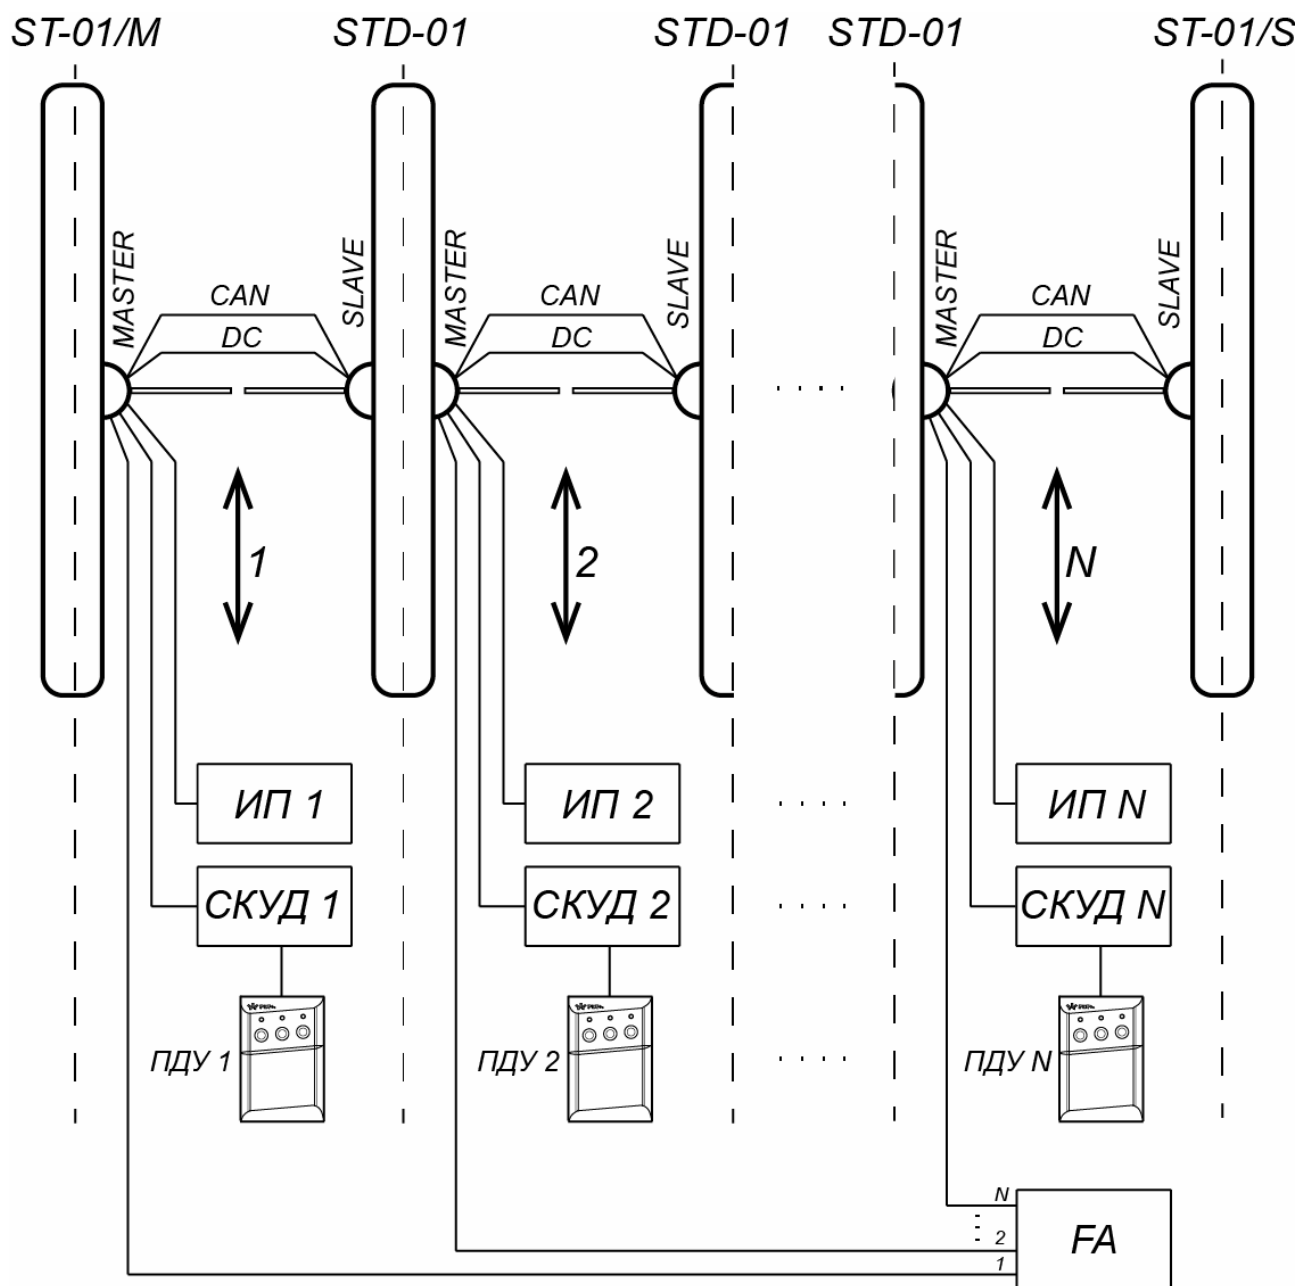
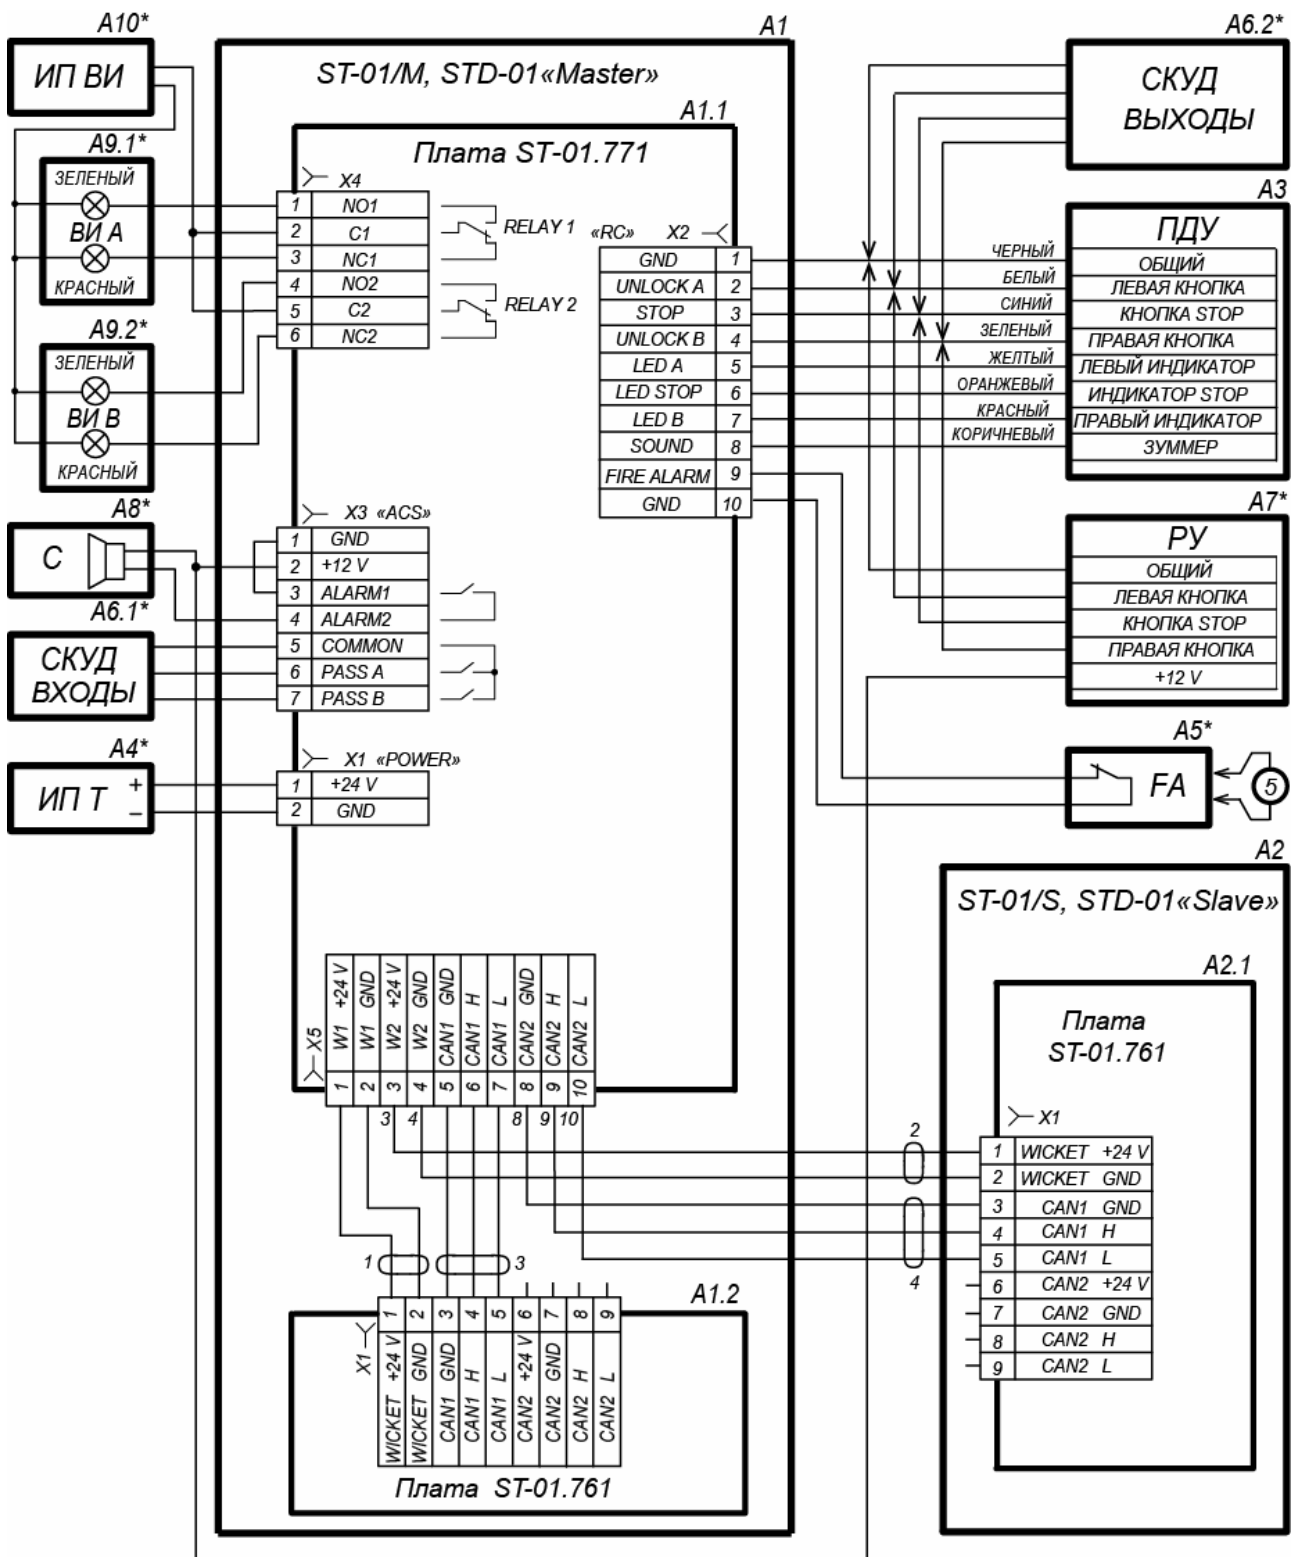

Рисунок 16. Схема соединений турникета PERCo-ST-01 и двусторонних секций PERCo-STD-01 для организации проходной с несколькими зонами прохода
Рисунок 17. Схема электрических соединений турникета¹¹
Схема электрических соединений турникета приведена на рис. 17. Типы кабелей, используемых при монтаже, перечислены в табл. 4. На рис. 16 приведен пример схемы соединений турникета и двусторонних секций при организации проходной с несколькими зонами прохода.
Если нет возможности использовать способ протяжки кабелей кондуктором, при необходимости кабели DC и CAN можно проложить сразу, до начала установки секций. Данные кабели находятся в центральной стойке секции (стороны секции) *Slave* внизу под кожухом. Для этого необходимо распаковать секцию *Slave*, снять кожух с центральной стойки (см. рис. 18), вынуть кабели DC и CAN и отсоединить их от платы управления приводом. На концах жил кабелей имеются маркеры с номерами, соответствующими схеме соединений (рис. 17).
23. Подключите кабели к плате управления турникета, расположенной в нижней части центральной стойки секции *Master* согласно схеме электрических соединений турникета (см. рис. 8 и рис. 17).